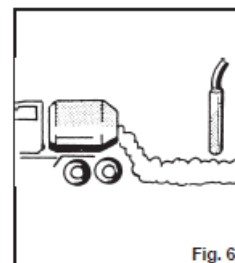

Fig. 6
- Vibratoarele au un motor încorporat în ac, care este răcit de umiditatea prezentă în beton. Prin urmare, este necesar ca vibratorul să rămână în funcțiune numai atunci când este scufundat în beton, pentru a evita arderea motorului acului din cauza supraîncălzirii (Fig. 6).